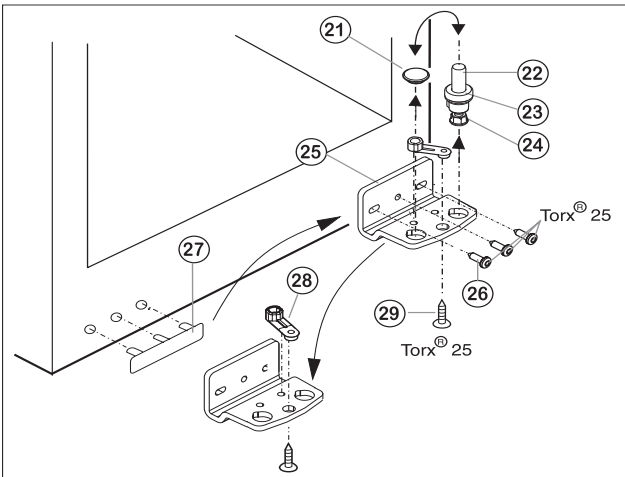

Fig.3
- Dévisser le pivot Fig. 3 (22) complètement avec le disque Fig. 3 (23) et le pied réglable Fig. 3 (24) vers le haut.
- Enlever le bouchon Fig. 3 (21).
- Dévisser Fig. 3 (26) le support d'appui Fig. 3 (25).
- Dévisser l'élément pivotant Fig. 3 (28) et le permuter dans le trou opposé du Fig. 3 (29) support d'appui.
- Soulever le cache côté poignée Fig. 3 (27) avec précaution et le positionner sur le côté opposé.
- Revisser à fond le support d'appui Fig. 3 (25) sur le nouveau côté charnière en utilisant une visseuse sans fil si nécessaire, avec un couple de serrage de 4 Nm.
- Replacer le bouchon Fig. 3 (21) dans l'autre trou.
- Replacer le pivot Fig. 3 (22) complètement avec le disque et le pied réglable. Faire attention à ce que les ergots d'encliquetage soient tournés vers l'arrière.